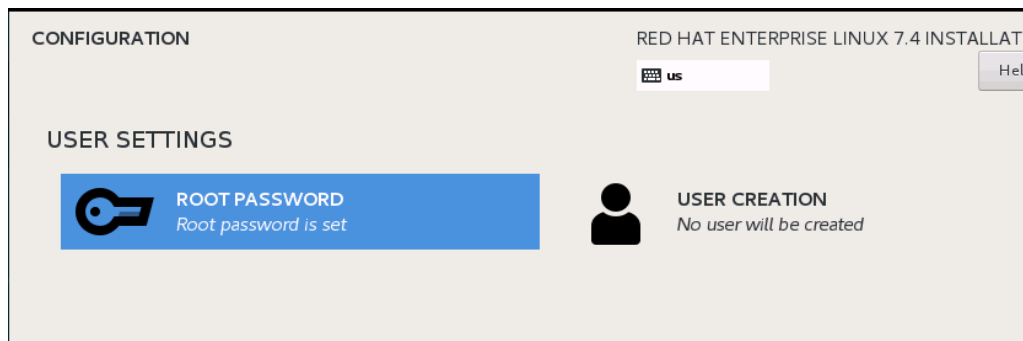

Figure 9-25. Configuration de Red Hat Enterprise Linux 7.4
8. Dans la fenêtre de Configuration (Figure 9-25), sélectionnez la langue à utiliser pendant le processus d'installation, et cliquez ensuite sur **Continuer**.